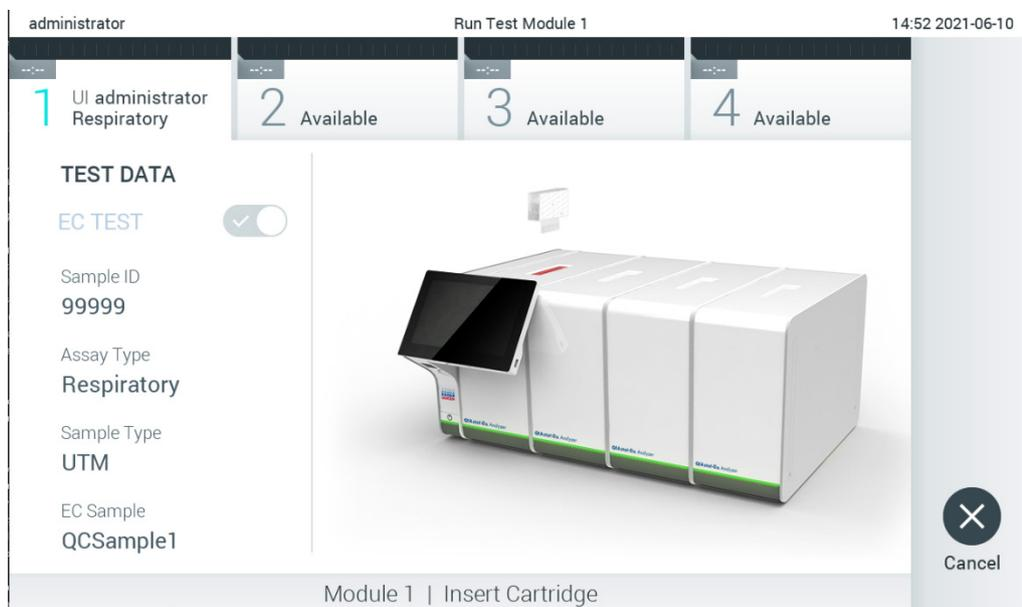

Figura 94. Inserimento della cartuccia d'esame QIAstat-Dx nel QIAstat-Dx Analyzer 1.0.
9. Accertarsi che entrambi gli sportellini campione, quello della porta tampone e quello della porta principale della cartuccia d'esame QIAstat-Dx siano chiusi saldamente. Quando la porta di ingresso della cartuccia sulla parte superiore del QIAstat-Dx Analyzer 1.0 si apre automaticamente, inserire la cartuccia d'esame QIAstat-Dx con il codice a barre rivolto verso sinistra e le camere di reazione rivolte verso il basso (Figura 94).